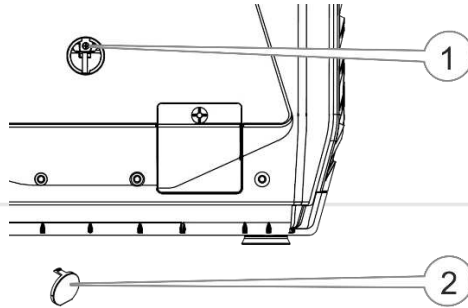

Рисунок 11. Відстійник поплавцевої камери.
2. Відкрийте заглушку на корпусі генераторної установки. (див. рис. 11, поз. 2).
3. Послабте зливний гвинт відстійника поплавцевої камери карбюратора (див. рис. 11, поз.1).